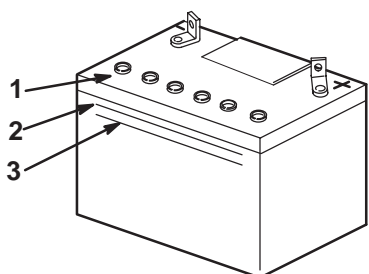

Figure 64
2. Observez le côté de la batterie. Le niveau de l'électrolyte doit atteindre le trait **supérieur** (Fig. 64). Ne laissez pas l'électrolyte descendre en dessous du trait **inférieur** (Fig. 64).
3. Enlevez les bouchons d'aération de la batterie (Fig. 64).
4. Versez lentement de l'eau distillée dans chaque élément jusqu'au trait **supérieur** (Fig. 64) sur le côté de la batterie.
5. Attendez cinq à dix minutes après avoir rempli les éléments. Ajoutez de l'eau distillée au besoin, pour amener le niveau au repère **supérieur** (Fig. 64) sur le côté de la batterie.